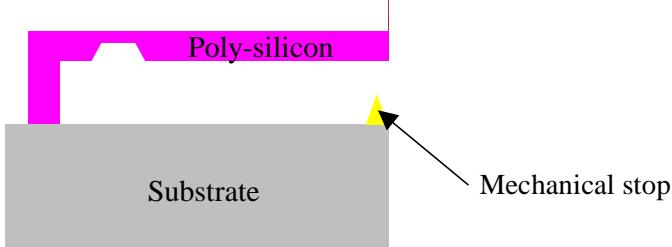

Figure 3.
- (1-2) 理論上只要deflection大於1/3原長的話，此時兩平行電容板便會產生pill-in effect，而接觸在一起。所以設計一個mechanical stop的結構，當電壓持續增加時，deflection of cantilever beam最多也只會到達mechanical stop此結構的地方(figure 3)。